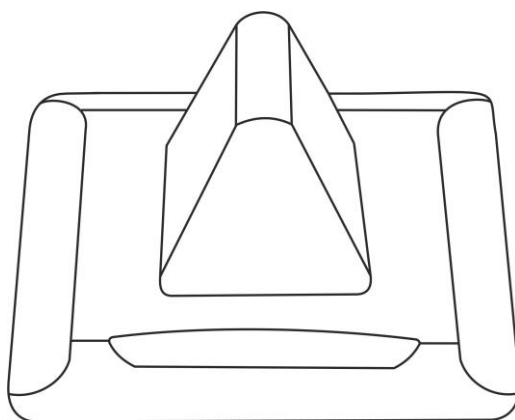

Рисунок 5.15. Сигнальная лампа MP-611W4
2. Сигнальная лампа MP-611W4 (рис.5.15). Сигнальная лампа имеет влагозащитность по группе IP54.